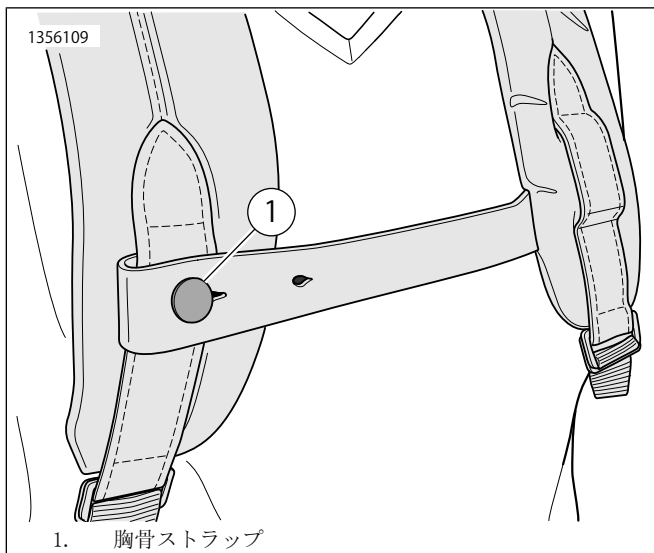

図8。バックパックバッグ
2. 図8を参照してください。安全性を高めるために、胸部を渡る胸骨ストラップ(1)を取り付けてください。